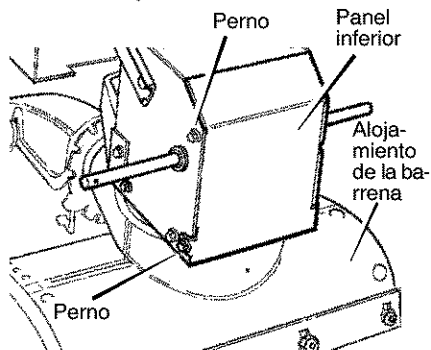

Figura 55
2. Afloje los **pernos** a cada lado del **panel inferior** (Figura 55).
13. Instale el **panel inferior** (Figura 55).